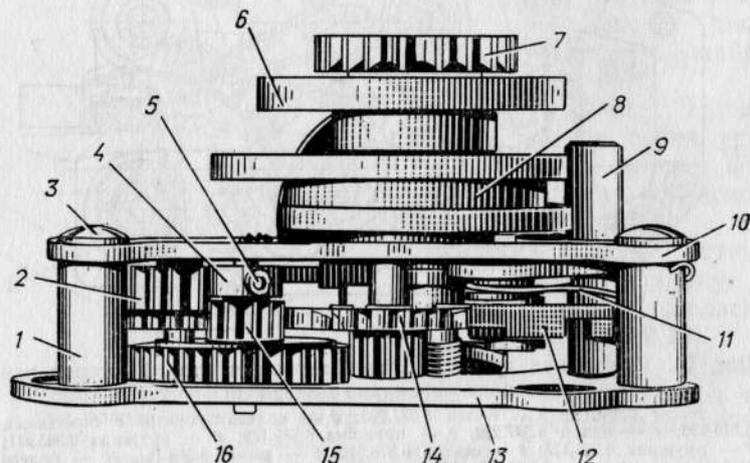

Рис. 25. Тормозной механизм (вид сбоку):
Возможная неисправность: муфта 15 (рис. 25) не фиксируется при включении в работу.
5.2.66. Вывинтить три винта 3 (рис. 25) и снять плату 10 вместе с зубчатым колесом 7 и кулачками.
5.2.67. Снять муфту 15 (рис. 25) и разобрать ее. Тщательно промыть детали бензином. Собрать муфту 15, проверить ее работу. При необходимости муфту заменить новой. При загрязнении тормозного механизма промыть его в бензине. Установить снятые детали на свои места. Установить годную муфту 15 на плату 13.